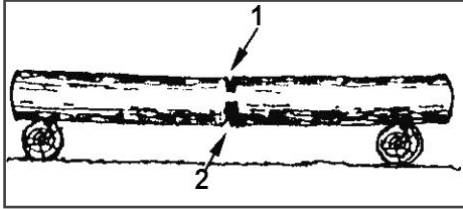

Рис. 15 Пропилы при раскряжке дерева на двух опорах
1. Бревно лежит на двух опорах (Рис. 15). Разгрузочный пропил (1) на 1/3 бревна делается сверху. Основной пропил (2) делается снизу навстречу разгрузочному пропилу.